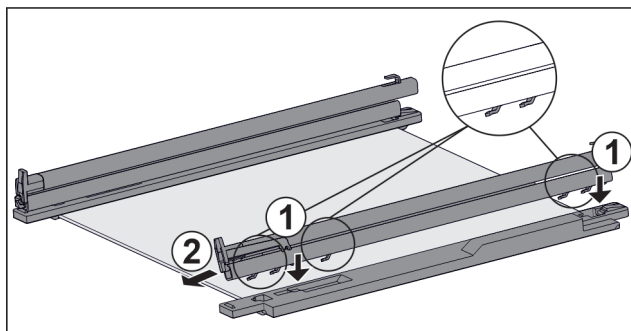

Fig. 100 Glashylla med skenor och fästdelar
- ▶ Sätt på skenas krok på den **vänstra** fästdelens öppningar. Fig. 100 (1)
- ▶ Dra skena framåt. Fig. 100 (2)
- ▶ Sätt på skenas krok på den **högra** fästdelens öppningar. Fig. 100 (1)